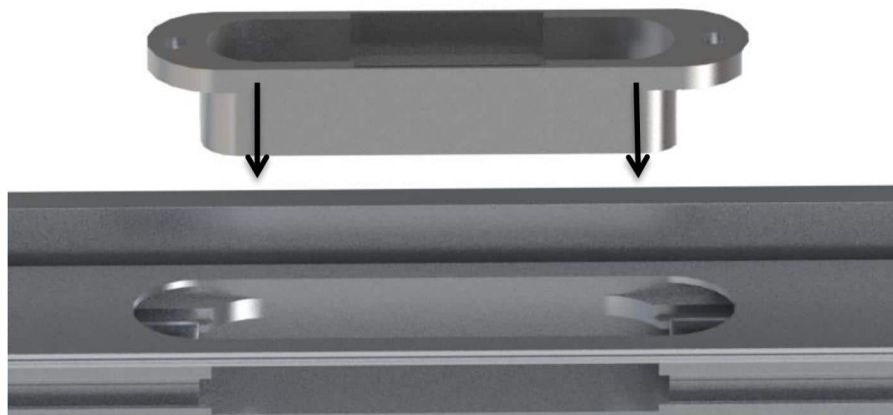

Рисунок 14
- 4. Установка чашки петли без механизма (рис.14).*